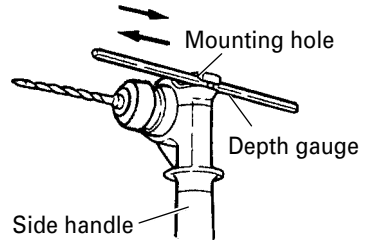

Fig. 16
7. Using depth gauge (Fig. 16)